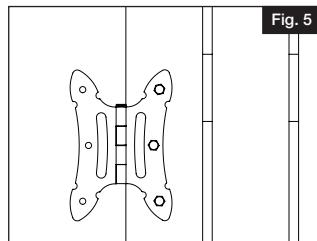

Fig. 5
- Fixer la charnière à la barrière à l'aide des vis fournies (Fig. 5).